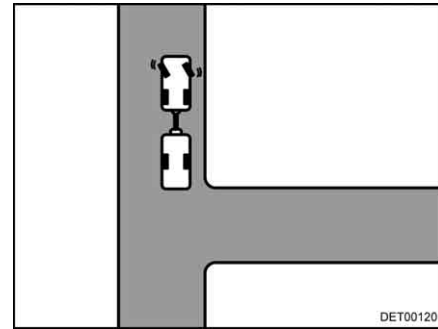

Fig. 19 Girar el volante hacia la izquierda
- Girar el volante hacia la izquierda con la caravana detenida (Fig. 19).